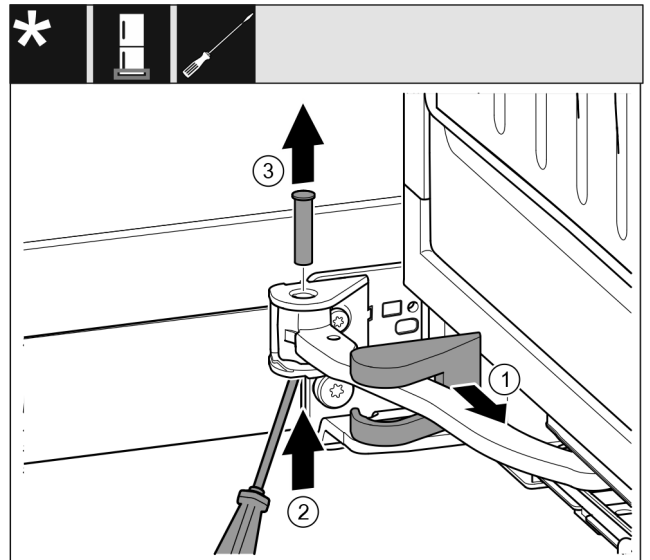

Fig. 16
- ▶ Lagerbockabdeckung Fig. 16 (1) abziehen und entlang des Gelenks verschieben.
- ▶ Bolzen Fig. 16 (2) mit Schraubendreher von unten anheben.
- ▶ Bolzen Fig. 16 (3) von oben herausziehen.